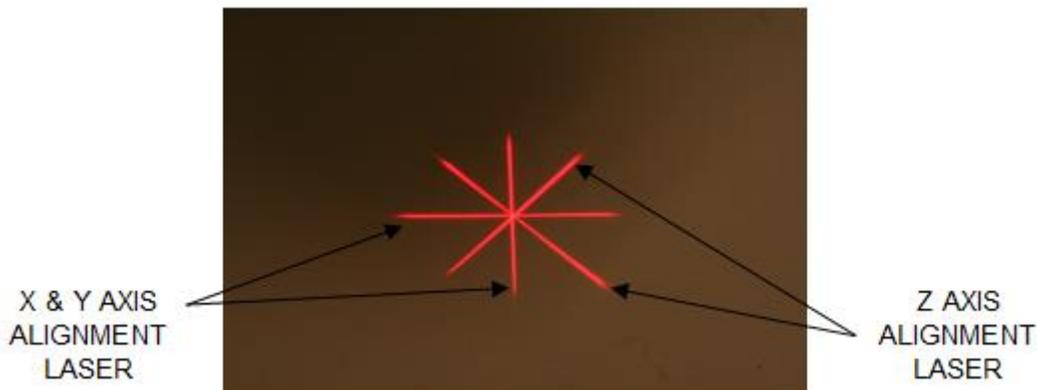

Figura 3-24. Alinhamento das miras vermelhas – eixos X e Y, eixo Z
- O KXL tem dois lasers de alinhamento, conforme mostrado na Figura 3-24.